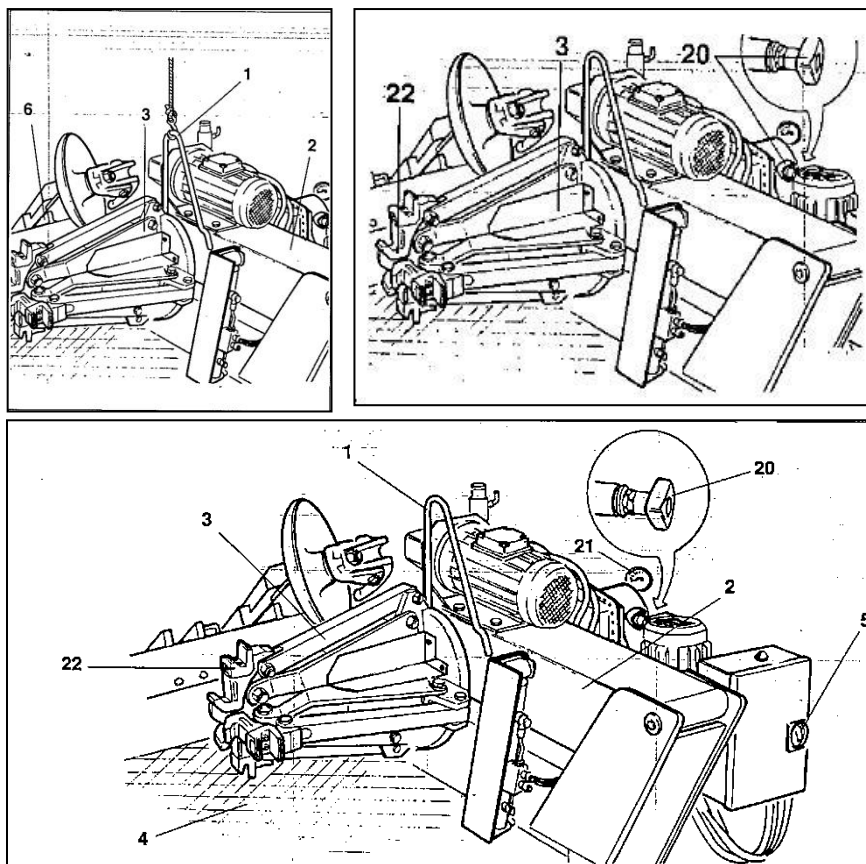

Fig. 3.1
Dækmaskinen har påsat bøjle (1, Fig. 3.1) som er placeret der til brug under installation eller flytning. følg disse instrukser:
- 1) Sænk armen (2 Fig. 3.1) helt ned..
- 2) Luk kæberne på hjulholderen helt (3, Fig.3.1).
- 3) Bring vulstløsneren helt op til løftebeslaget (Fig. 3.1), med armen (14 Fig. 6.3) lukket i arbejdsposition.